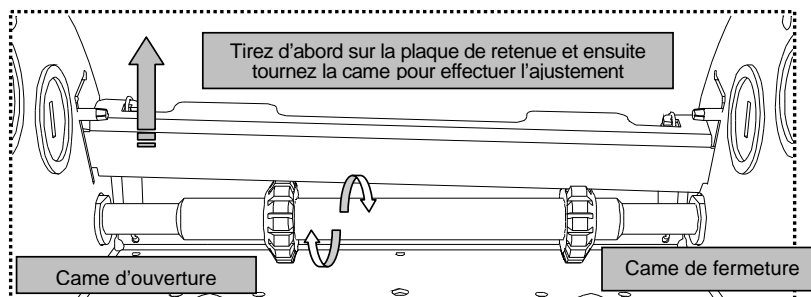

Figure 12 Réglage des comes d'interrupteurs de fin de course
2. Tirez sur la plaque de retenue sur le côté "ouverture" et tournez la came d'ouverture suffisamment jusqu'à que les limites soient activées et vous entendez les "CLICKS" – Figure 12 (deux CLICKS pour le circuit électromécanique. Seulement UN CLICKS en cas de plaquette électronique, vérifiez également si la lumière "Close Limit" est allumée sur la plaquette)
5. Tirez sur la plaque de retenue sur le côté "fermeture" et tournez la came de fermeture suffisamment jusqu'à que les limites soient activées et vous entendez les "CLICKS" – Figure 12 (deux CLICKS pour le circuit électromécanique. Seulement UN CLICKS en cas de plaquette électronique, vérifiez également si la lumière "Open Limit" est allumée sur la plaquette)